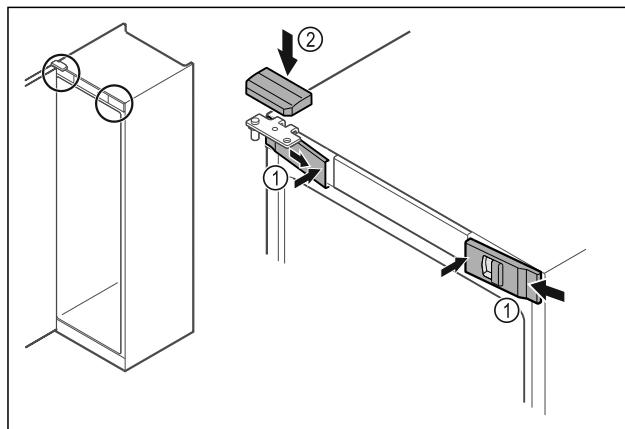

Fig. 51
- Zaháknite predné kryty Fig. 51 (1) naboku a zaistite ich vnútri.
- Zaistite horný kryt Fig. 51 (2) zhora.